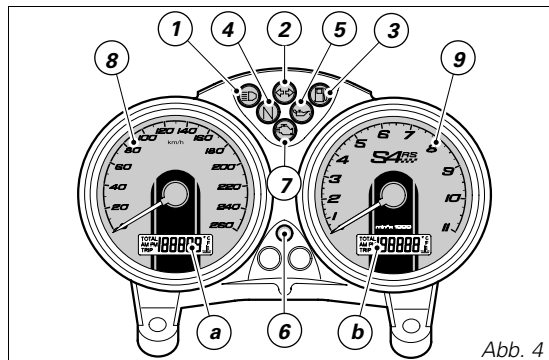
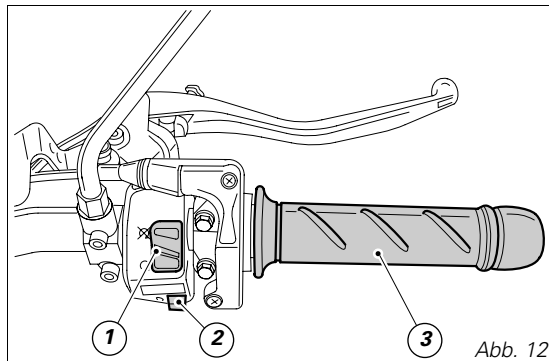

Abb. 4
Abb. 12
Cockpit (Abb. 4)
Die CODE CARD muss an einem sicheren Ort aufbewahrt werden. Das Mitführen des elektronischen und auf der CODE CARD angegebenen Codes ist jedoch ratsam, falls eine Motorfreigabe anhand des Verfahrens mit Betätigung des Gasdrehgriffs erforderlich werden sollte. Das folgende Verfahren gibt dem Anwender die Möglichkeit, im Fall von Störungen an der Wegfahrsperrung die Funktion der „Motorsperre“, die durch das Aufleuchten der ockerfarbenen Kontrollleuchte **EOBD** (7, Abb. 4) angezeigt wird, aufzuheben. Dieses Verfahren kann jedoch nur mittels Eingabe des auf der Code Card angegebenen elektronischen Codes (eletronic code) durchgeführt werden.
Die EOBD Kontrollleuchte (7, Abb. 4) erlischt nach einer festgelegten Zeit von 8 Sekunden.
- 1) Wird der Code erkannt, blinkt die Kontrollleuchte (6, Abb. 4) am Cockpit kurz auf. Das Schutzsystem hat in diesem Fall den Schlüsselcode erkannt und hebt die Motorsperre auf. Durch Drücken des STARTKNOPFS (2, Abb. 12) kann der Motor gestartet werden.
- 2) Erlischt die Kontrollleuchte (6, Abb. 4) bzw. die EOBD-Kontrollleuchte (7, Abb. 4) nicht, bedeutet dies, dass der Code nicht erkannt wurde. In diesem Fall wird empfohlen, den Schlüssel in die Position OFF zu bringen und ihn darauf wieder auf ON zu drehen. Sollte der Motor weiterhin blockiert bleiben, sollte man es nochmals mit dem anderen, mitgelieferten schwarzen Schlüssel versuchen. Springt der Motor immer noch nicht an, setzen Sie sich bitte mit dem DUCATI-Kundendienst in Verbindung.
- 3) Blinkt die Kontrollleuchte (6, Abb. 4) weiterhin auf, bedeutet dies, dass eine Fehlfunktion der Wegfahrsperrung zurückgesetzt wurde (z.B. mittels Motorfreigabe über den Gasdrehgriff). Wird der Zündschlüssel auf OFF, dann wieder auf ON gedreht, müsste die Kontrollleuchte der Wegfahrsperrung wieder normal aufleuchten (siehe Punkt 1).
Rechte Schaltereinheit (Abb. 12)
Gasdrehgriff (Abb. 12)